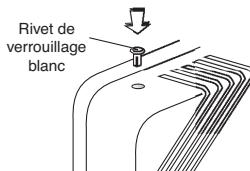

Figure 7
- (iii) Réinstallez le couvercle du compartiment pour piles sur le détecteur. Insérez le rivet de verrouillage blanc dans le trou et enfoncez-le fermement. Voir figure 7.